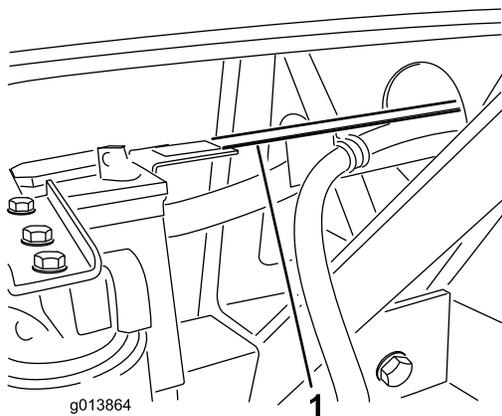

Figura 10
- La guía de las mangueras debe descansar sobre la pestaña de la pata vertical de la bandeja de la batería (Figura 10). Si los taladros de la guía de las mangueras no quedan alineados con los taladros de la pestaña de la bandeja de la batería, puede ajustarse la longitud de la guía
6. Sujete la guía de las mangueras a la pestaña de la bandeja de la batería usando 2 pernos ($\frac{1}{4}$ " x $\frac{3}{4}$ ") y contratuercas con arandela prensada (Figura 10).